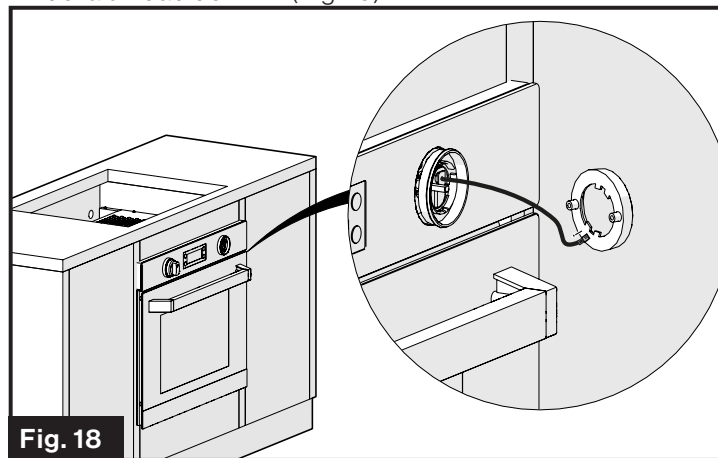

Fig. 18
4. Retire la unidad de LED y desconecte el cable de la base de la unidad de LED. (Fig. 18)